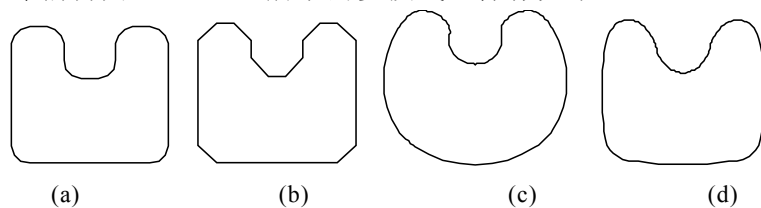

图 4-37 用 Pedit 命令编辑图所示的多段线
用 Pedit 命令编辑图 4-37 (a) 所示的多段线。操作如下:
输入选项 [编辑顶点 (E) / 闭合 (C) / 非曲线化 (D) / 拟合 (F) / 连接 (J) / 线型生成 (L) / 反向 (R) / 样条曲线 (S) / 锥形 (T) / 宽度 (W) / 撤消 (U)] <退出 (X)>: D	输入 D, 执行结果如图 4-37 (b) 所示
输入选项 [编辑顶点 (E) / 闭合 (C) / 非曲线化 (D) / 拟合 (F) / 连接 (J) / 线型生成 (L) / 反向 (R) / 样条曲线 (S) / 锥形 (T) / 宽度 (W) / 撤消 (U)] <退出 (X)>: F	输入 F, 执行结果如图 4-37 (c) 所示
输入选项 [编辑顶点 (E) / 闭合 (C) / 非曲线化 (D) / 拟合 (F) / 连接 (J) / 线型生成 (L) / 反向 (R) / 样条曲线 (S) / 锥形 (T) / 宽度 (W) / 撤消 (U)] <退出 (X)>: S	输入 S, 执行结果如图 4-37 (d) 所示